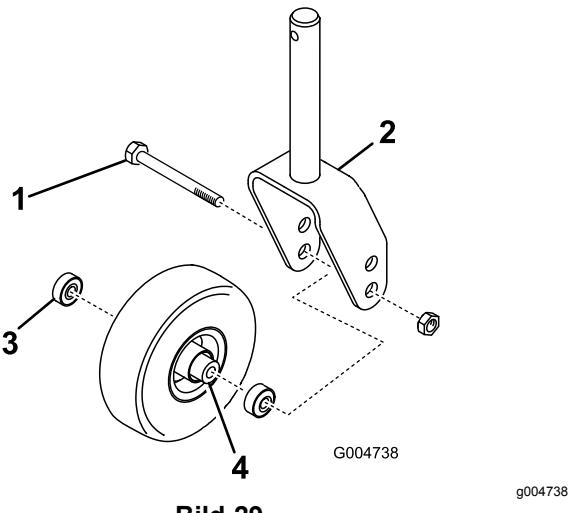

Bild 29
1. Entfernen Sie die Sicherungsmutter von der Schraube, mit der das Laufrad an der Gabel befestigt ist (Bild 29). Halten Sie das Laufrad fest und schieben die Schraube aus der Gabel oder vom Gelenkarm ab.
2. Entfernen Sie das Lager aus der Radnabe und lassen das Lagerdistanzstück herausfallen (Bild 29). Entfernen Sie das Lager aus der gegenüberliegenden Seite der Radnabe.